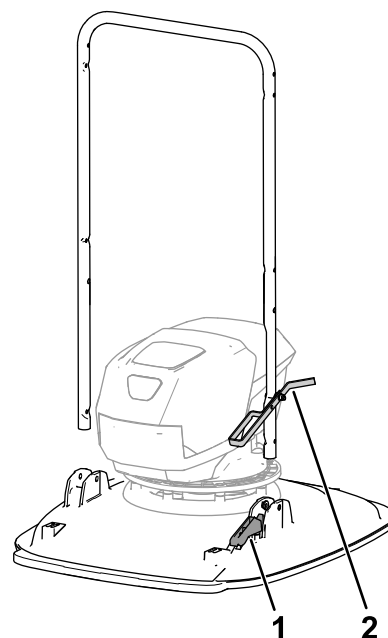

Figur 5
1. Montera två T-bussningar i handtagets flänsar på klippdäcket (Figur 5).